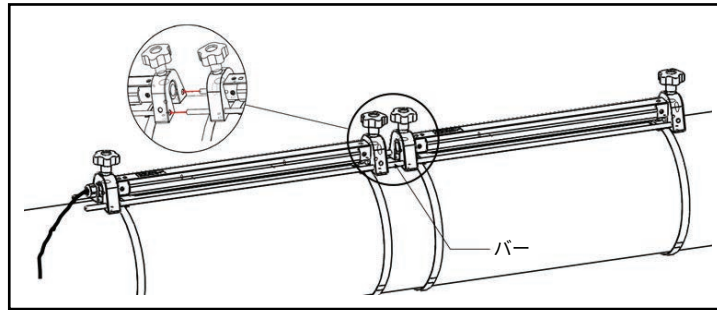

図 15：2 個のクランプ治具を使用したトラバース数が 2 となる設置
2. クランプ治具の 1 つを、2 個のトランスデューサと 1 本のケーブルとともに、上流側のストラップのペア間の管上に当てて保持し、2 つの取り付けストラップを治具上に移動させます（以下の図 15 を参照）。次に、取り付けストラップのねじを締め、ストラップが治具上の所定位置にしっかりと固定されていることを確認します。